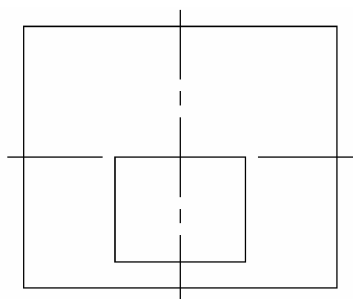

图 2-75 绘制中间矩形
2) 绘制中间矩形。单击矩形按钮 , 在弹出的立即菜单中按照图 2-74 所示进行设置, 操作结果如图 2-75 所示。